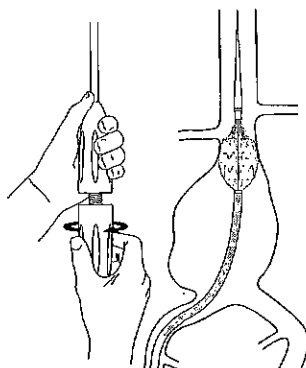

Figura 5. Rilascio dell'estremità prossimale della configurazione biforcata
2. Con l'altra mano ritirare lentamente la guaina esterna ruotando il dispositivo di scordimento in senso antiorario (nella direzione della freccia presente su di esso), fino all'esposizione dello stent suprarenale compreso e al rilascio completo di due o tre stent rivestiti (figura 5).